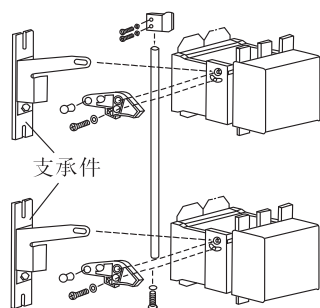
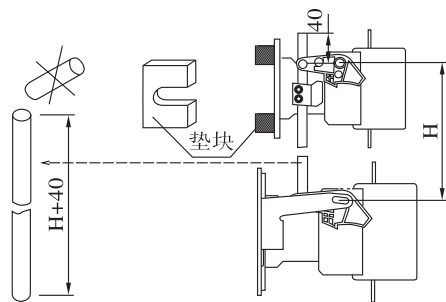

图5
图6
7.2.2 垂直安装时，请将电流小的安装在上方；安装后，在连杆长度达到 $H+40$ 时，可截去其上部长出部分(见图6)。
7.2.3 NC2-115~225和NC2-265~800及机械联锁机构组成垂直安装的联锁产品时，须在NC2-115~225下加垫块(见图6)。
7.2.4 NC2-265~800和机械联锁机构组成垂直安装的联锁产品时，须加装支承件(见图5、图6)。